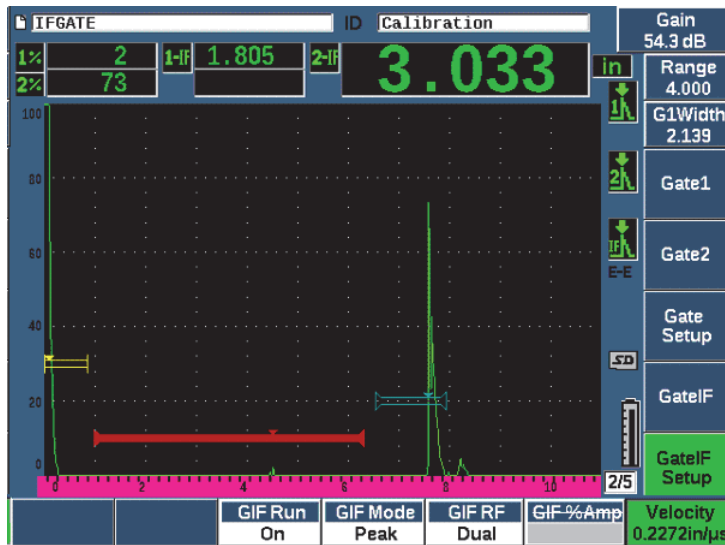

Figure 11-33 Configuration de la vitesse de propagation du matériau
3. Servez-vous de la molette de réglage ou des flèches pour régler la vitesse de propagation adéquate (voir la Figure 11-33 à la page 298).